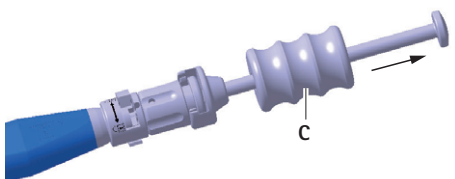

Fig. 6 Retirar o implante de ensaio/implante com o martelo de impacto
- ▶ Retirar o implante de ensaio **D** cuidadosamente do espaço do disco intervertebral com o martelo de impacto **C**, ver Fig. 6.
- ▶ Retirar o implante **a** cuidadosamente do espaço do disco intervertebral com o martelo de impacto **C**, ver Fig. 6.